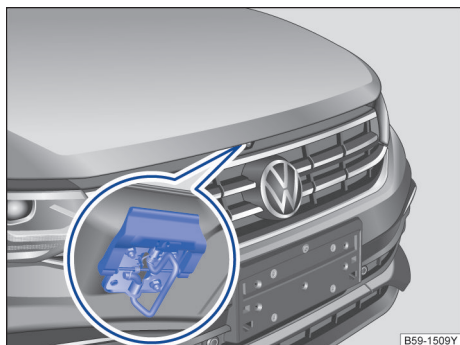

图 212 散热器格栅上方：用于打开发动机舱盖的解锁拨杆
- 按住散热器格栅上方的解锁拨杆→图 212（放大图），并抬起发动机舱盖→▲。